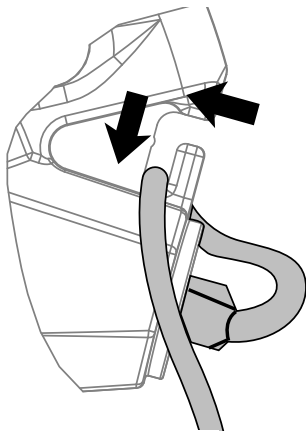

Fig. 9
1. Fixez la rallonge au carter tel qu'indiqué (Fig. 9) pour éviter qu'elle ne soit retirée accidentellement.